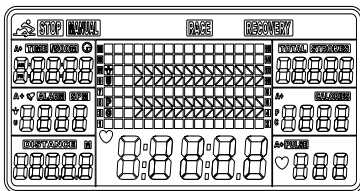
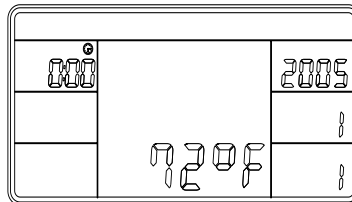

图 1
图.2
1. 安装 2 节 AA 号电池，发出一声长长的蜂鸣声，同时 LCD 全显示所有视窗（图 1）2 秒，然后进入 LCD 显示时间和日历模式（图 2）。